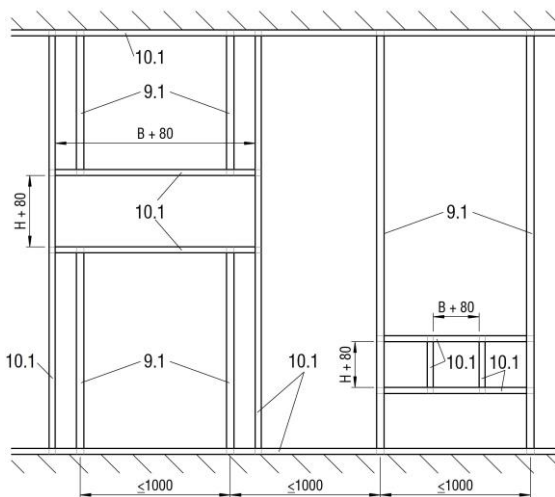

Figure 35 : Ossature métallique avec les pièces de remplacement nécessaires pour le montage scellé (cloison pour gaine technique)
- Réaliser une ossature métallique et le mur conformément aux instructions du constructeur du mur et prévoir les pièces de remplacement selon Figure 35.
- Réaliser le parement du mur (pos. 12.1) et le doublage (pos. 49.5) ainsi que l'ouverture pour l'installation du BKA-Ü.
- Si nécessaire, fixer une butée de remplissage sur le côté opposé au côté commande du BKA-Ü (pos. 1) (ne doit pas être vissée au boîtier du BKA-Ü. Le butée de remplissage n'est pas requise pour la protection contre les incendies).
- Pour le masticage, utiliser un matériau identique à celui du mur (pos. 43 ; la fente doit être complètement remplie de plâtre). Les joints des doublages doivent également être mastiqués avec un matériau de masticage adapté à celui du mur.